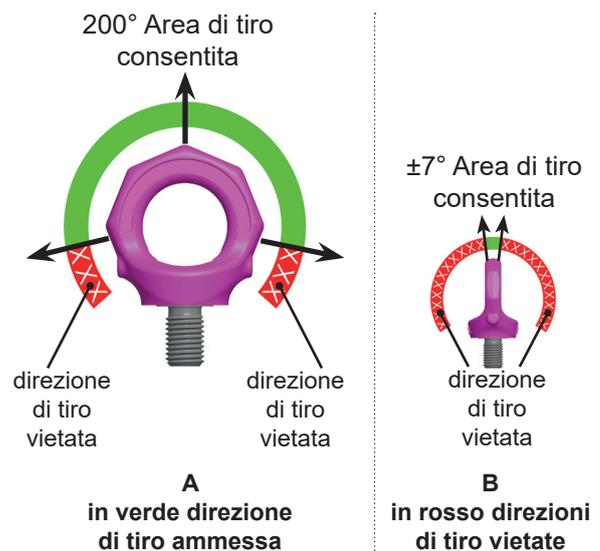

Fig. 1:
- Prima di agganciare l'accessorio di sollevamento, orientare il punto di sollevamento VRS nella direzione del tiro (vedi Fig. 1).